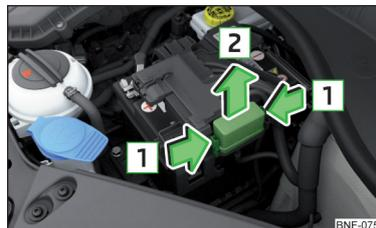

Fig. 169
» fig. 169.
- Pressez simultanément les touches de verrouillage **1** du cache » fig. 169.